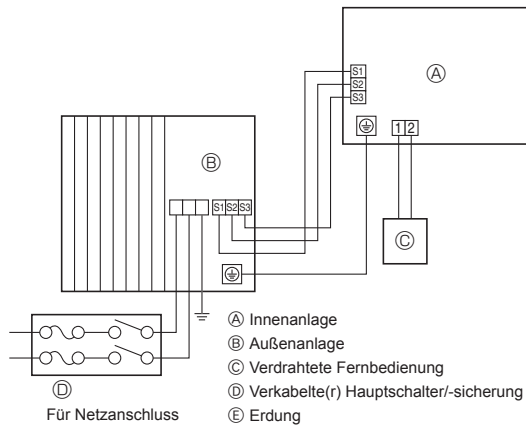

Fig. 7-1
7.1. Vorsichtsmaßnahmen (Fig. 7-1)